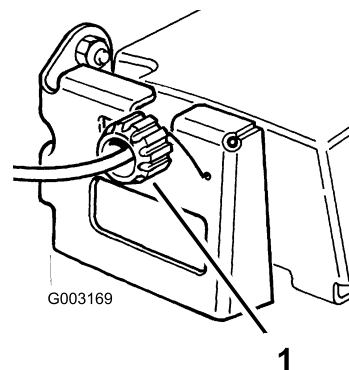

Figura 32
2. Gire el mando de control en el sentido de las agujas del reloj 1/2 vuelta si la máquina no avanza. Si la máquina avanza lentamente, gire el mando 1/2 vuelta en sentido antihorario para aflojar la correa (Figura 32).